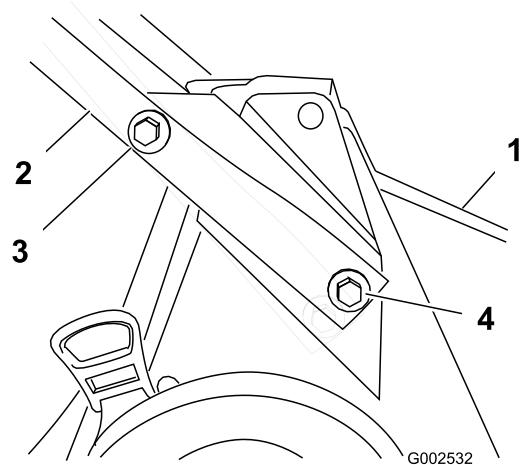

Figura 3
- Monte el manillar en la carcasa del cortacésped con 2 pernos (5/16 x 7/8 pulg.), 2 pernos (5/16 x 1-1/2 pulgadas), 4 arandelas y 4 contratuercas (Figura 3).